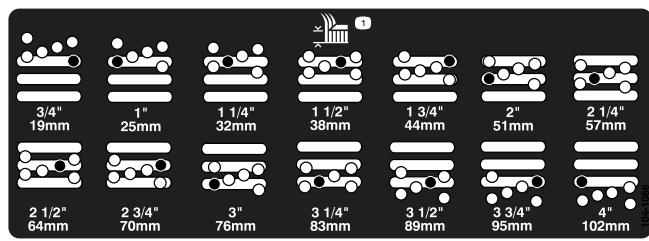

Figura 19
5. Mueva la cámara a la altura deseada e instale el espaciador en el taladro y la ranura de altura de corte deseados (Figura 19)